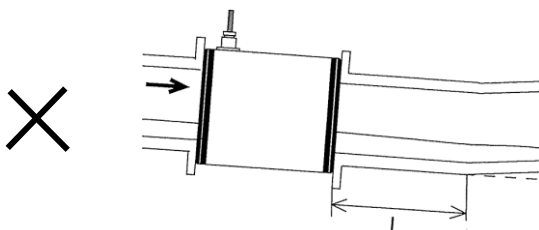

図 14. 配管勾配が取付勾配よりも緩い
- (a) 下流直後の配管勾配が、検出器の取付勾配より緩い場合。図 14.